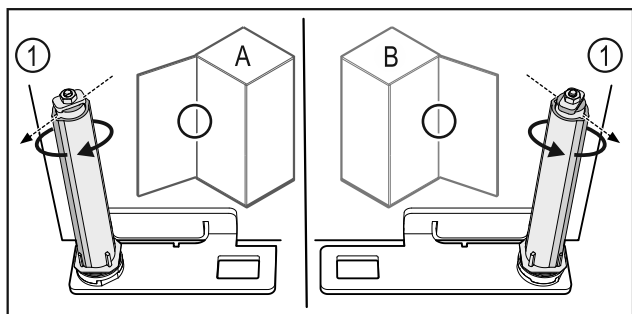

Fig. 55 Levo omejilo (A) / desno omejilo (B)
- ▶ Obrnite zaporni sistem proti uporju, dokler ni mostiček zapornega sistema Fig. 55 (1) obrnjen navzven.